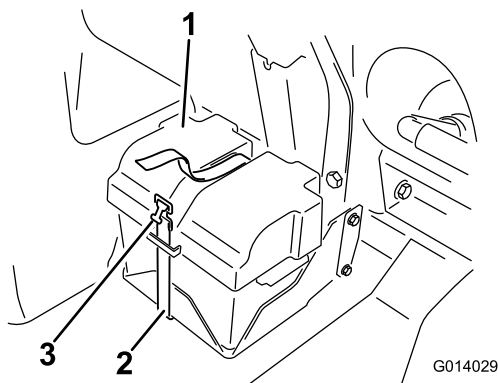

Рисунок 60
3. Установите крышку аккумулятора и закрепите ее хомутом, снятым ранее (Рисунок 60).